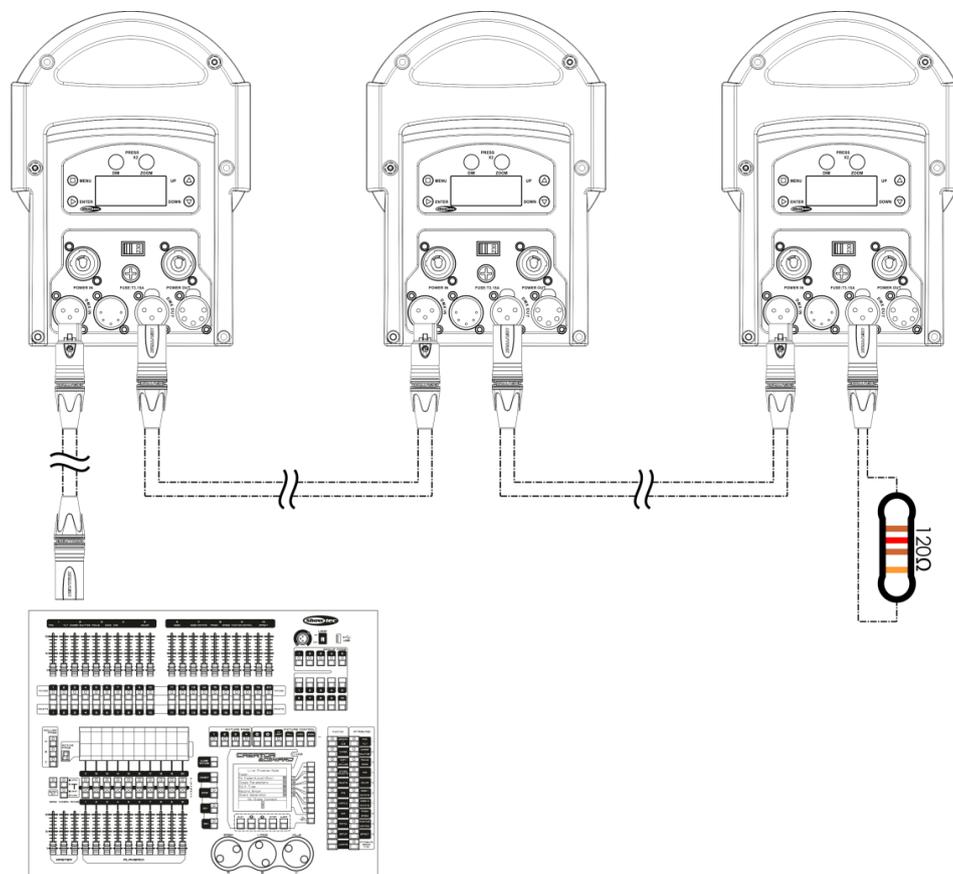

Fig. 07
- 04) Conecte las unidades entre ellas como se indica en la Fig. 07. Conecte un cable de señal DMX que vaya desde el conector DMX OUT (salida) de la primera unidad al conector DMX IN (entrada) de la segunda unidad. Repita este proceso para interconectar las unidades segunda, tercera y cuarta.